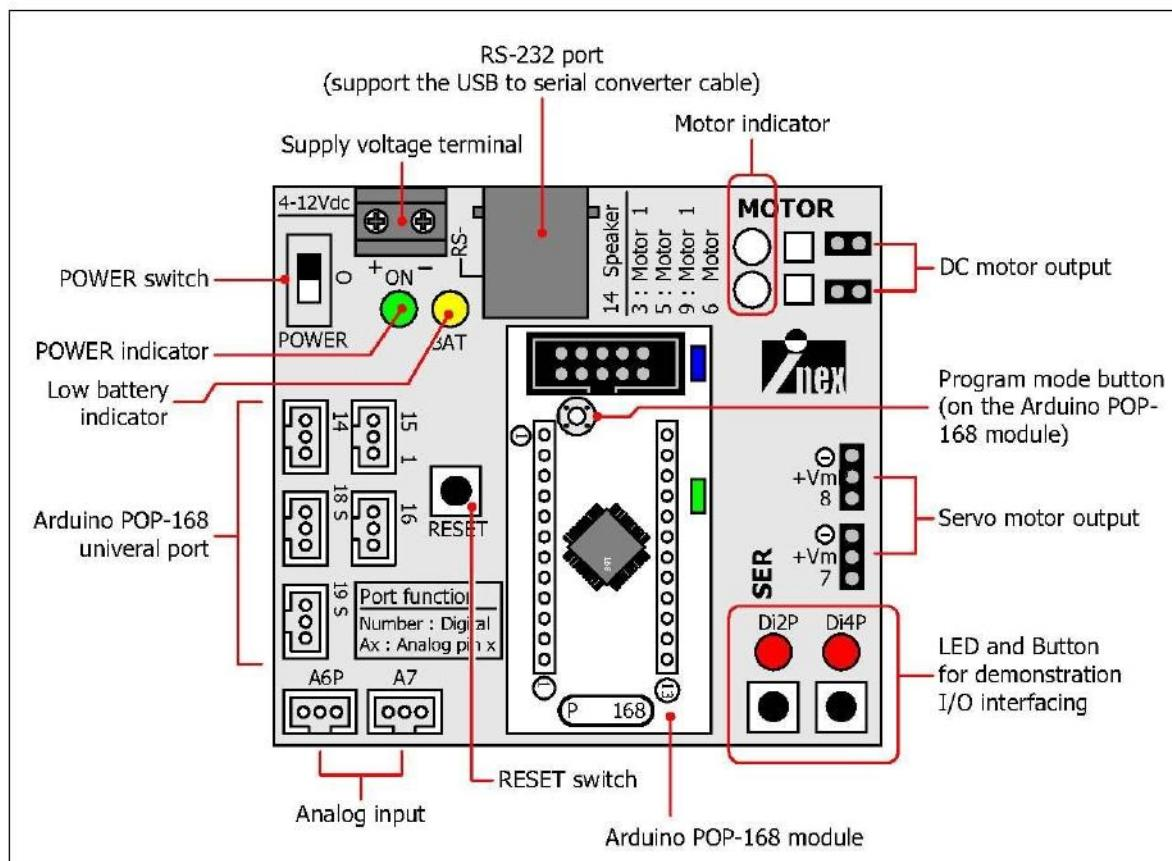

Figura 1-2 Diseño del controlador, placa X-168
RBX-168 es la tarjeta controladora, es una completa plataforma de bajo costo de desarrollo, diseñada para aquellos interesados en el aprendizaje y el uso de Arduino POP-168, en el módulo de aplicaciones de robótica. Su tamaño compacto, características convenientes y precios más bajos la convierten en una herramienta ideal para el estudiante y el educador. La Figura 1-2 muestra la disposición de los RBX-168 bordo y esquema completo de la que se muestra en la figura 1-3. La característica resumida técnica de la RBX-168 placa es como sigue:
- Las conexiones de los altavoces piezoelectricos (no se muestran en la figura 1.2, que se fija en el tablero de circuitos inferior RBX-1689, placa que se conecta mediante el protocolo POP-168 An0/Di14 pin.